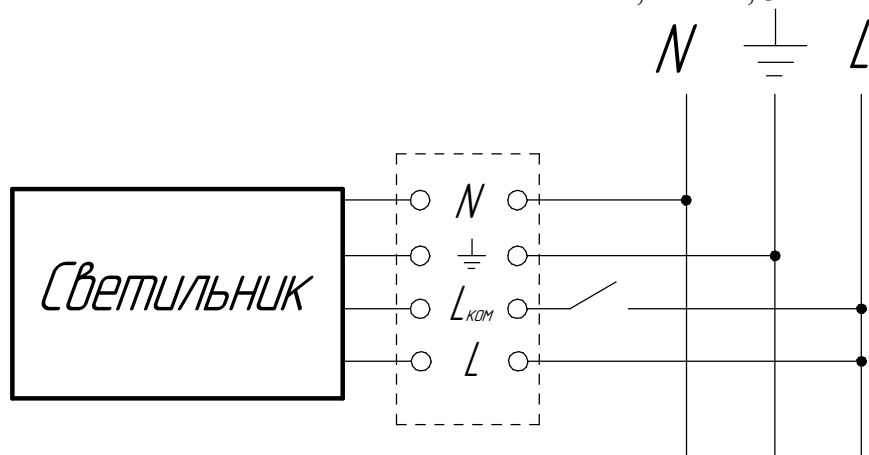

Рисунок 4. Схема подключения светильника с БАП к сети.
4.3 Светильники выпускаются со встроенными электронными или электромагнитными ПРА. Схема подключения светильника к сети приведена на Рис.4 (см.приложение А).
(Схема подключения светильника к сети приведена на Рис.4.)